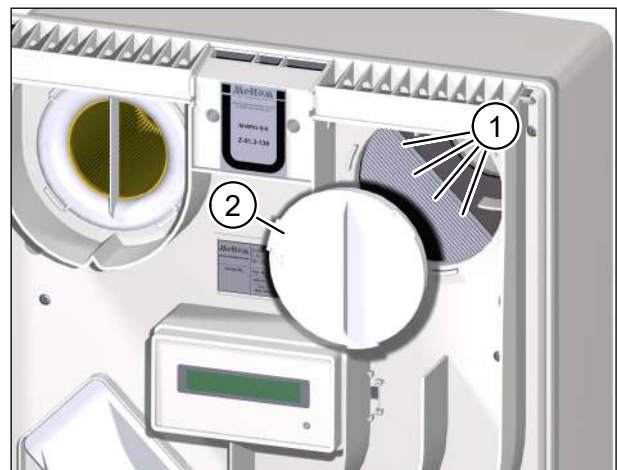

Abb. 19: Lüftungsgerät desinfizieren
- ▶ Sprühen Sie mit dem Desinfektions-spray in die Zuluftöffnung, vorrangig auf den Wärmetauscher (Pos. 1 in Abb. 19).
- ▶ Schließen Sie die Zuluftöffnung mit dem Filterdeckel (Pos. 2 in Abb. 19).